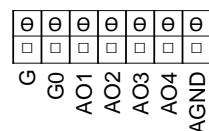

Bild 2 Schaltbild
- Schließen Sie die Drähte an die Klemmen gemäß dem Schaltplan in *Bild 2*.